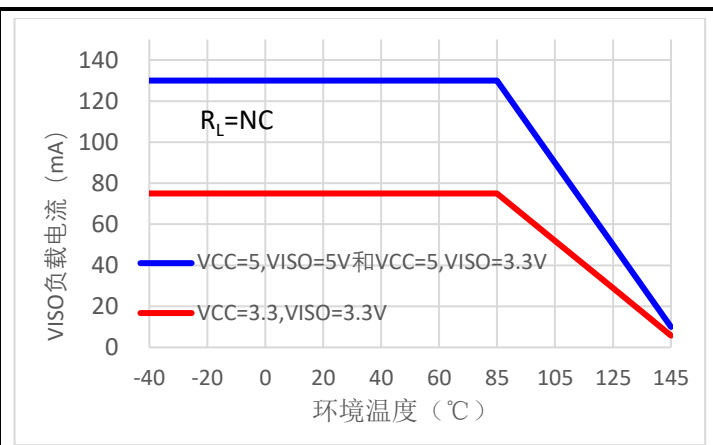
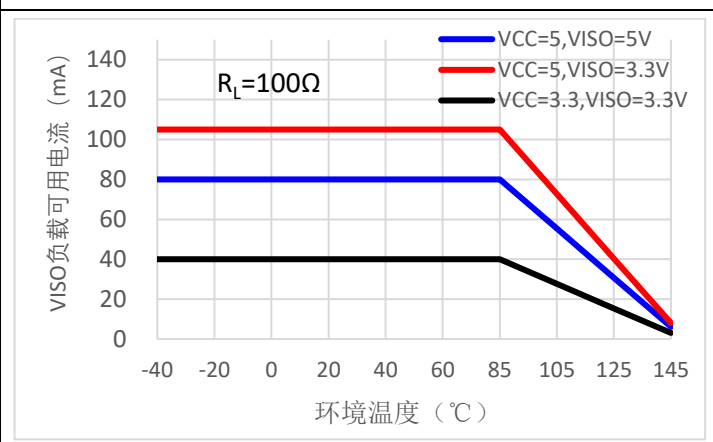
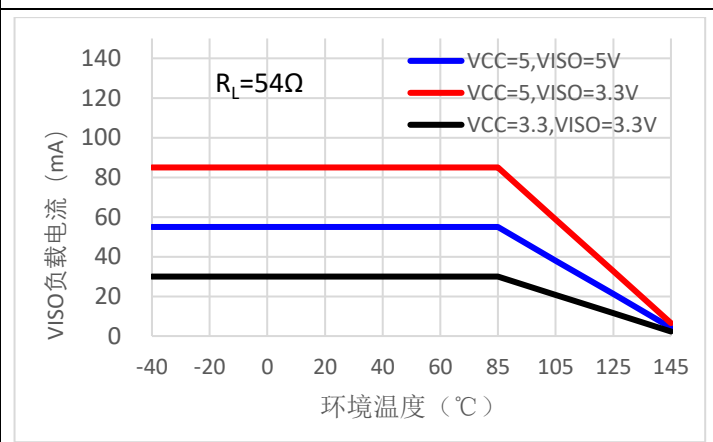

图 7.10-14
图 7.10-16
图 7.10-18
1. $DE = V_{CC}$, $\overline{RE} = 0V$, $DI = 0V$ 或 V_{CC} ; 当 $T_A > 85^\circ C$ 时, 最大负载可用电流应适当降低, 可参考图 7.10-14、图 7.10-16 和图 7.10-18;
表 9-6 列举了器件在常温下不同输出隔离电压和 A、B 之间接不同负载电阻时最大负载可用电流。当输出电压 V_{ISO} 为 5V 时，若总线 A 和 B 之间接入 54Ω 电阻，此时总线端自身消耗的负载电流约为 75mA， V_{ISO} 输出电压最多可以外供 55mA 电流。需要注意的是，上述电流是在常温 ($T_A = 25^\circ C$) 下的数据，当温度超过 85°C 时，最大负载可用电流应适当降低，请在应用的时候加以考虑，详见图 7.10-14、图 7.10-16 和图 7.10-18 关于最大负载可用电流随器件环境温度变化的曲线。注意上述图中曲线的前提条件是器件的通讯速率与总线 A 和 B 之间的电容乘积小于 $0.5Mbps \times 2nF$ 。在实际应用中，若器件的通讯速率与总线 A 和 B 之间的电容的乘积大于 $0.5Mbps \times 2nF$ ，器件本身消耗的电流会增大，此时应考虑降低 V_{ISO} 可以外供的最大负载电流。